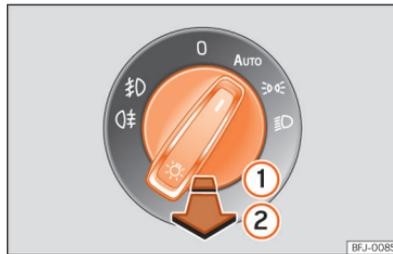

Abb. 83 Instrumententafel: Bedienelement Licht
- **Nebelscheinwerfer einschalten** ☉ : Ziehen Sie den Lichtschalter bis zur ersten Raste heraus ☉ **(Abb. 83) ①**.
- **Nebelschlusslicht einschalten** ☉ : Ziehen Sie den Lichtschalter ganz heraus **②**.